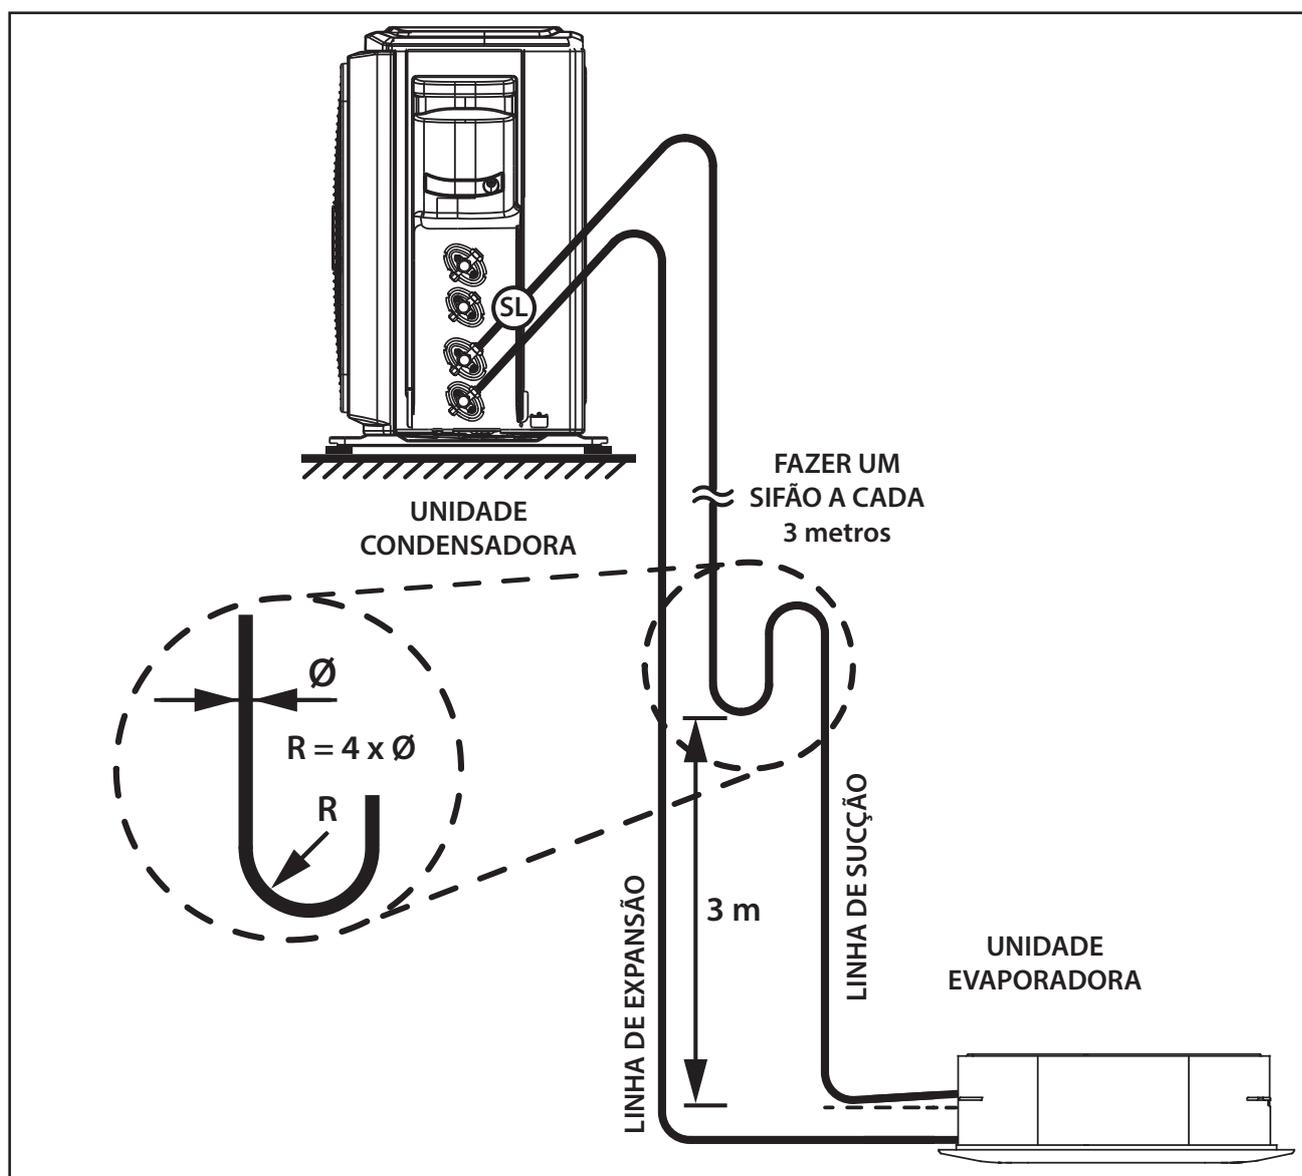

FIG. 26 - LINHAS DE INTERLIGAÇÃO
- Quando a unidade condensadora estiver em um nível superior ao da unidade evaporadora, fazer sifões nas subidas da linha de sucção a **cada 3,0 metros**; considerando desde a saída da evaporadora (Fig. 26).
- Inclinarem as linhas horizontais de sucção no sentido do fluxo. (ver Fig. 26).